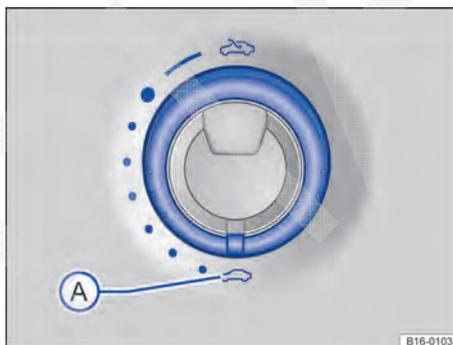
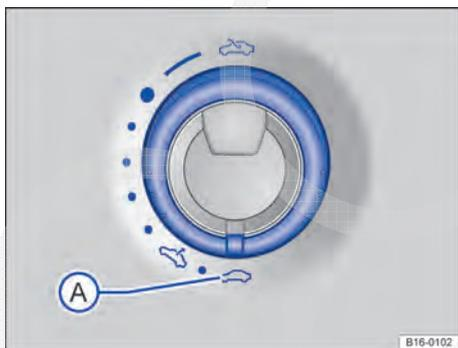

Fig. 48 No revestimento do teto: interruptor do teto de vidro (variante 2).
Fig. 47 No revestimento do teto: interruptor do teto de vidro (variante 1).
- Girar o interruptor → Fig. 47  ou → Fig. 48  para a posição “Fechado”.